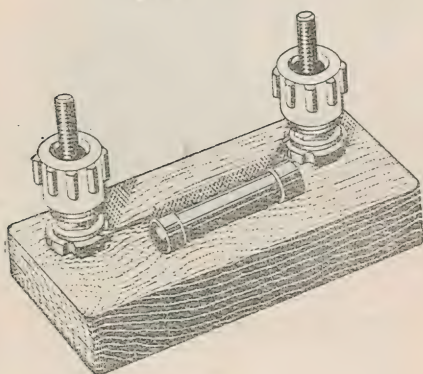

Рис. 10.
10. Сопротивление 33 мом (рис. 10). Условное обозначение — R_3 .